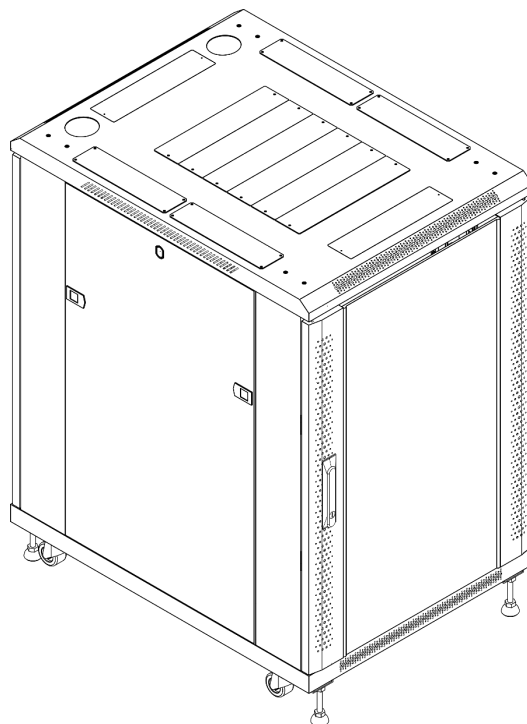

Fig. 42
- 26) Ripetere il punto 25 per la **porta di vetro (F)**, come mostrato nella Fig. 42.
- 27) Utilizzare 2 mazze di **chiavi (R)** per bloccare e sbloccare le porte. L'armadio è ora pronto per l'uso.